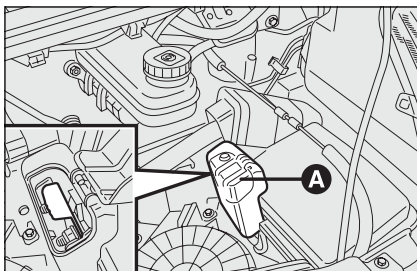

fig. 1
- til het klepje **A** omhoog zodat de verbinding met de pluspool van de accu bereikbaar is **fig. 1**.